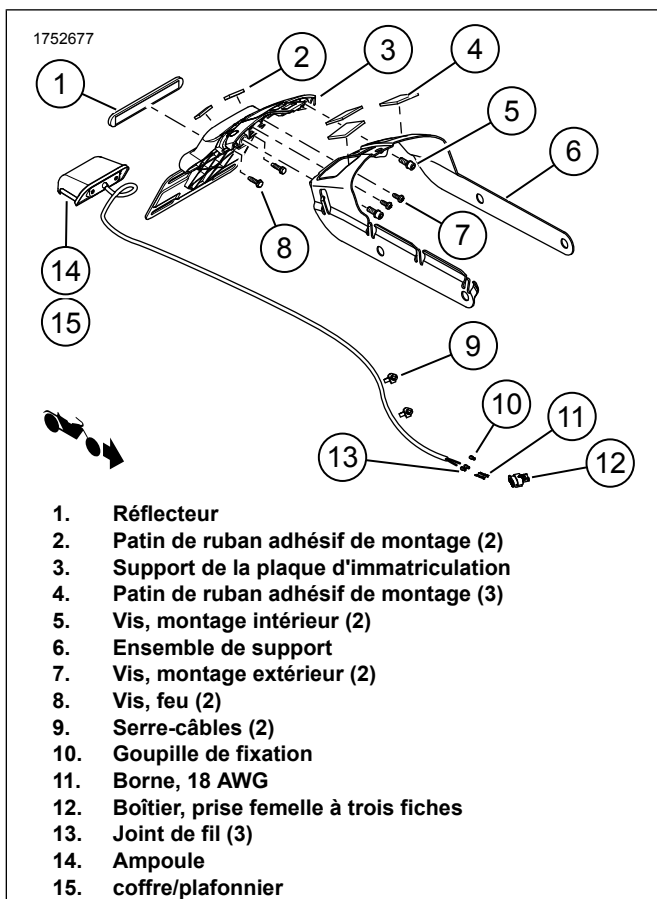

Figure 2. Support de plaque d'immatriculation
Modèles Softail 2018 et ultérieurs FXBB, FXBBS, FLSSL avec plaque d'immatriculation latérale : L'achat séparé de chaque composant pour assembler le support de plaque d'immatriculation à montage central sont requis. Voir la figure 2.
1. Voir la figure 2. Décoller le dos de deux morceaux de patin de ruban adhésif de montage (4) et installer ces deux morceaux sur l'ensemble de support (6).
2. Décoller le dos d'un morceau de patin de ruban adhésif de montage (4) sur le support de plaque d'immatriculation (3).
3. Décoller le dos de deux morceaux de patin de ruban adhésif de montage (2) sur le support de plaque d'immatriculation (3).
4. Installer le support de plaque d'immatriculation (3) sur l'ensemble de support (6) à l'aide de vis (5, 7).
5. Serrer les vis (5).
10. Voir la figure 2. Connecter les goupilles au connecteur à 3 broches (12). Voir EDM.